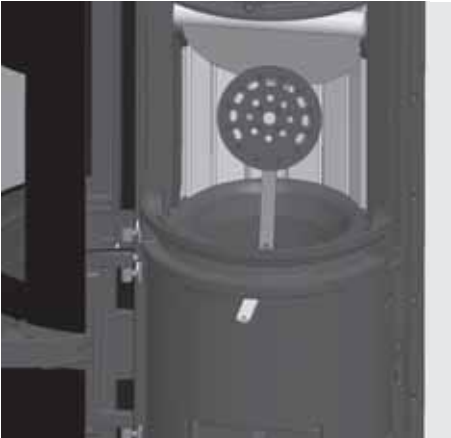

Abb. 4.5 Rüttelrost einsetzen
- Heben Sie nun den Kohlerost in den Brennzylinder - siehe Abb. 4.5 auf Seite 35 - halten Sie den Rost so, dass die Oberseite des Rosts dabei zu Ihnen zeigt, die Bedienstange nach unten zeigt und von hinten am Rost angeschraubt ist,